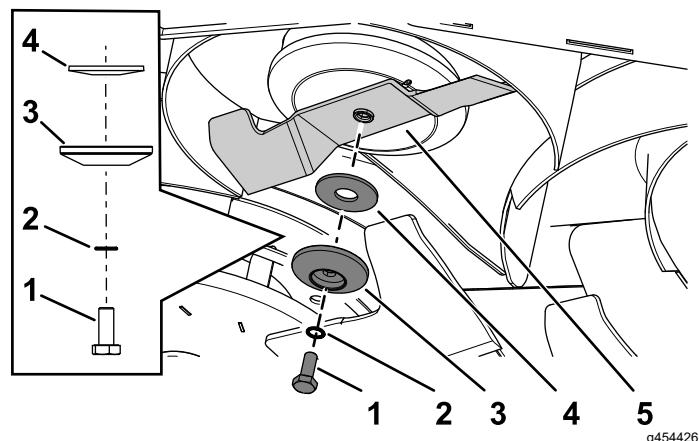

Figura 110
- Montate la lama utilizzando il bullone della lama, la rondella seghettata, il fermo della lama e la rondella curva rimossi in precedenza (Figura 110).